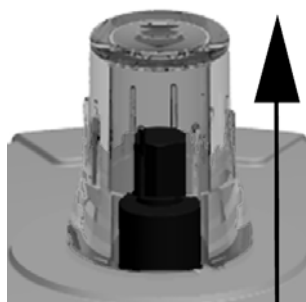

Fig. 20
- ▶ Placer le robinet en position « ouverte », voir Fig. 20
- ▶ Mettre le servomécanisme en position „ouverte”, voir Fig. 20